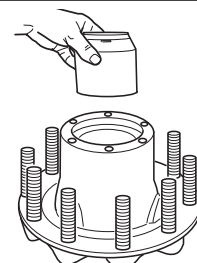

Figure 5
6. Retournez le moyeu et placez-le côté du joint vers le bas. Placez l'espaceur de roulement dans la cavité du moyeu en vous assurant que la petite extrémité, le cas échéant, fait face à l'extrémité externe du moyeu (voir figure 5).